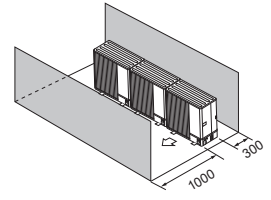

Fig. 2-15
- (4) Enbart hinder eller stängd yta på framsidan och baksidan (Fig. 2-15)